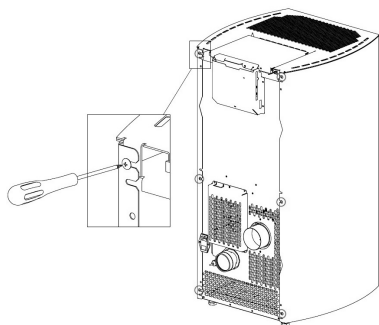

Fig. 56 - Afloje los tornillos
- Afloje los 6 tornillos traseros (ver **Fig. 56**).